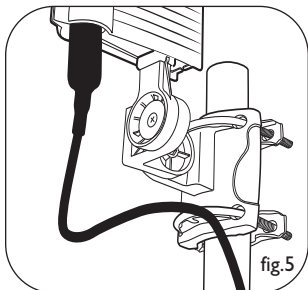

fig.5
4. Faites glisser l'assemblage sur le mât. Ne serrez pas trop, mais juste assez pour que l'assemblage reste en place. (fig. 5).